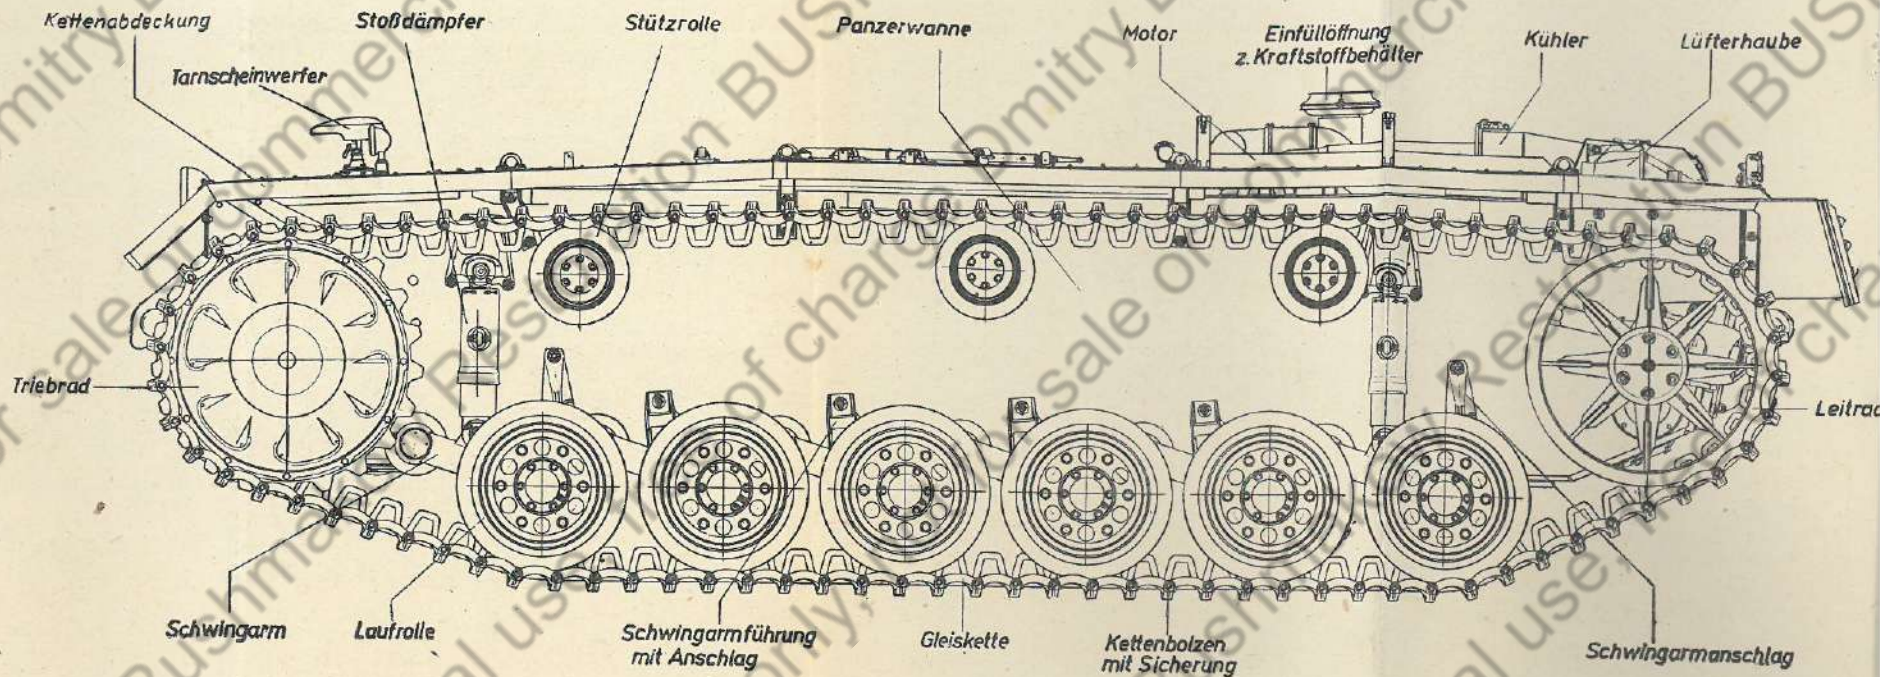

Bild 1 Ansicht des Fahrgestells
- Bild 1 Ansicht des Fahrgestells